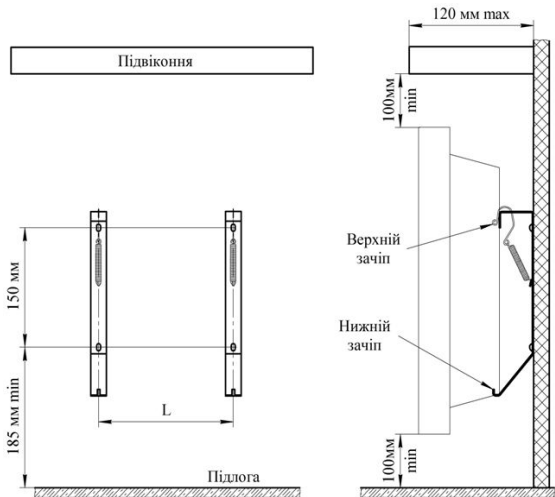

Рис. 1
5.5 Поєднайте прямокутні отвори на задній стінці конвектора з верхніми зачепами кронштейнів (рис. 1) і надіньте конвектор на зачепи.
Включати й експлуатувати конвектор дозволяється тільки в положенні, вказаному на рис.1 (повітрязабірною решіткою вниз). При першому включенні конвектора можливий запах від випаровування консерваційних матеріалів. Рекомендується провітрити приміщення.